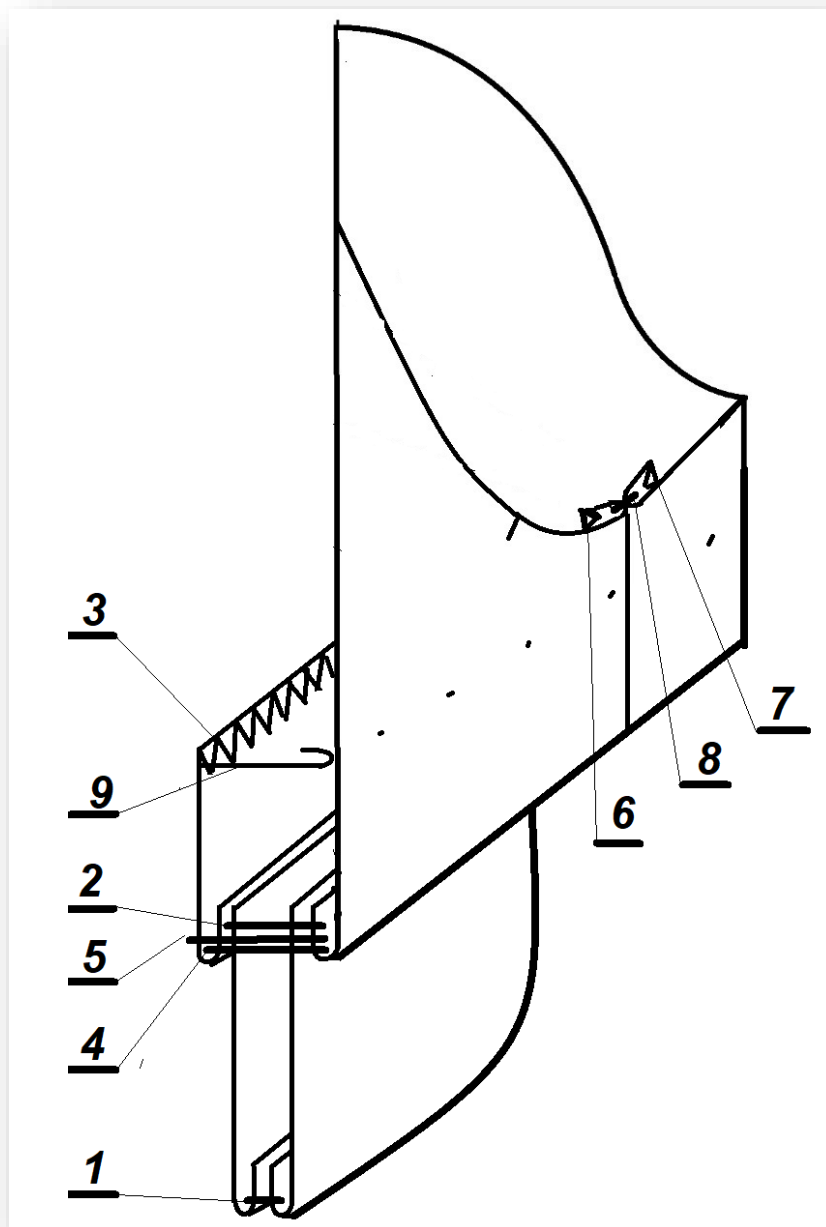

Рисунок 2 – Схема обработки рукава с фигурной манжетой
2) При пошиве можете воспользоваться рекомендованной технологической последовательностью изготовления, приведенной ниже (стр. 7), а также схемой обработки (стр. 8, рис. 2), или применить свой метод изготовления, не ухудшающий качество и полностью соответствующий заданному внешнему виду фрагмента модели женского платья.
1. Обтачать манжету, ш. шва 0,7 см (рис. 2, стр. 1).
5. Притачать манжету к срезу низа рукава, прикладывая по надсечкам, ш. шва 0,5 см (рис. 2, стр. 2).
6. Обметать внутренний срез обтачки манжеты (рис. 2, стр. 3).
7. Обтачать срез низа рукава обтачкой, ш. шва 0,7 см (рис. 2, стр. 4).
8. Настрочить обтачку на шов обтачивания низа рукава на расстоянии 0,1-0,2 см от шва (рис. 2, стр. 5).
11. Обметать нижние срезы рукавов (рис. 2, стр. 6 и 7).
12. Стачать нижние срезы рукава и боковые срезы обтачки, ш. шва 1,5 см (рис. 2, стр. 1) (рис. 2, стр. 8).
15. Подшить обтачку к рукаву ручными потайными стежками (рис. 2, стр. 9).